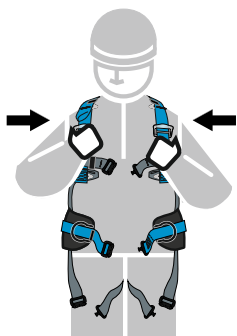

рис. 4
4. Надеть по очереди наплечные лямки (**рис. 4**).